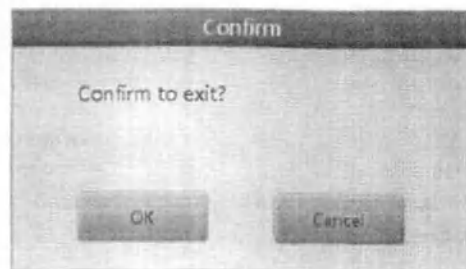

Рис. 3-8
- a) В основном меню нажмите "Выйти/Exit". Появится окно выключения (см. Рис. 3-8).